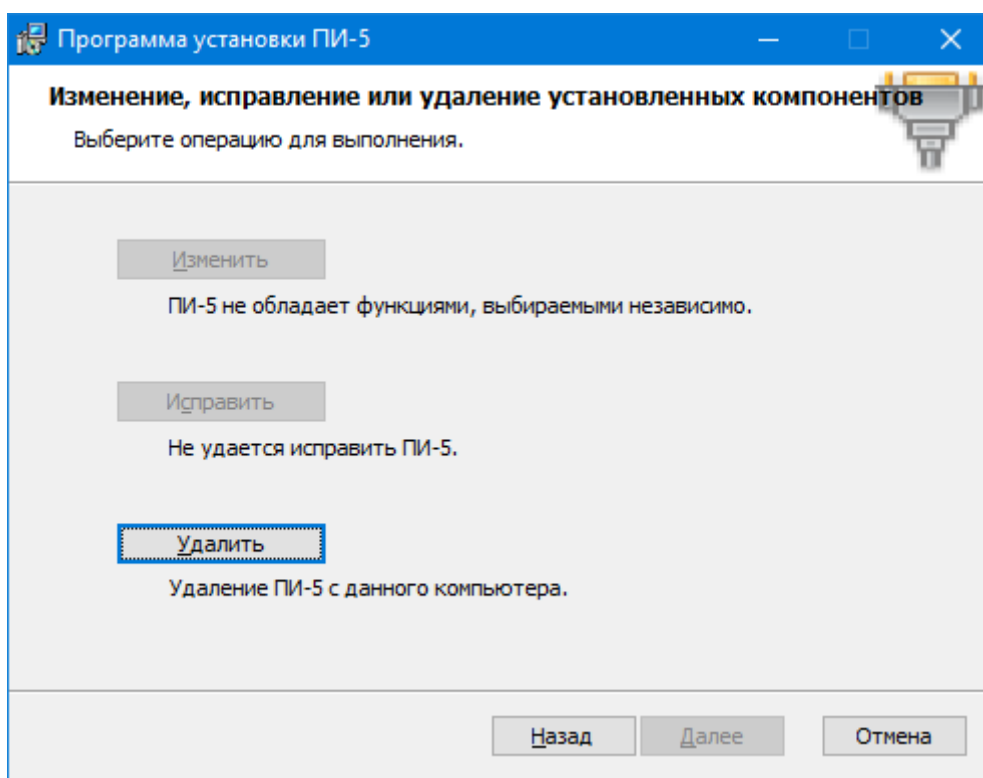

Рис. 2.10. Выбор действия удаления программы
2. Выбор действия удаления программы (рис. 2.10).